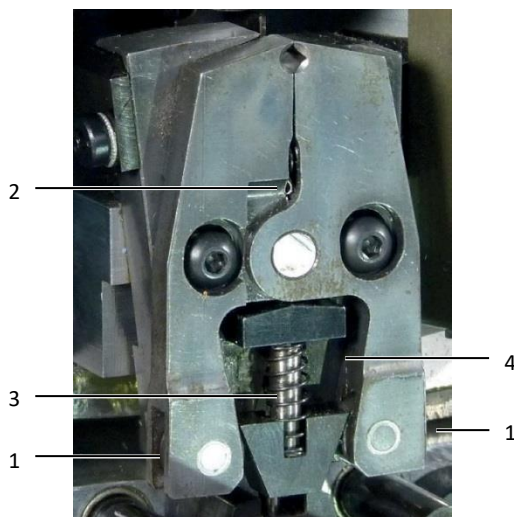

Fig. 26 : outil de sertissage
- Vérifier la mobilité des roulettes (fig. 26, pos. 1) de l'outil de sertissage.
- Vérifier la mobilité des roulettes (fig. 26, pos. 2) de la pince de maintien de l'embout.
- Huiler la broche de guidage (fig. 26, pos. 3) de l'unité de maintien de l'embout.
- Huiler les surfaces d'appui latérales (fig. 26, pos. 4) de l'unité de maintien de l'embout.